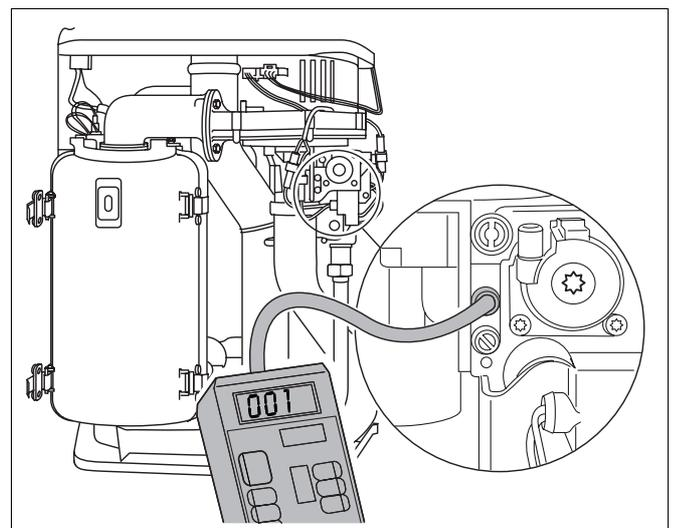

Fig. 25 Vérifier le rapport gaz-air
- Desserrer d'un tour la vis de fermeture de la douille pour mesurer la pression du brûleur (fig. 25).
- Connecter le raccordement plus du manomètre sur un tuyau avec la douille pour mesurer la pression du brûleur (fig. 25).